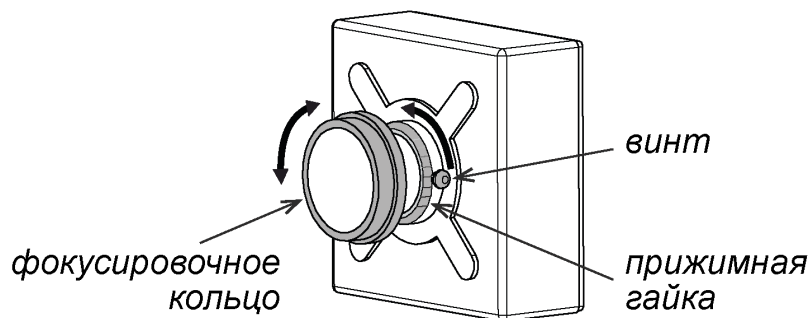

Рисунок 14. Винт, фиксирующий фокусирующее кольцо
4. Ослабьте винт, который фиксируют фокусирующее кольцо (см. рис. 14).
5. Поверните прижимную гайку по часовой стрелке, чтобы ослабить ее (см. рис. 14). Воспользуйтесь отверткой, чтобы подцепить гайку.
7. Поворачивая фокусирующее кольцо камеры, настройте оптимальную резкость изображения (см. рис. 14).
12. Закройте дверь верхнего отсека (1) паркомата.